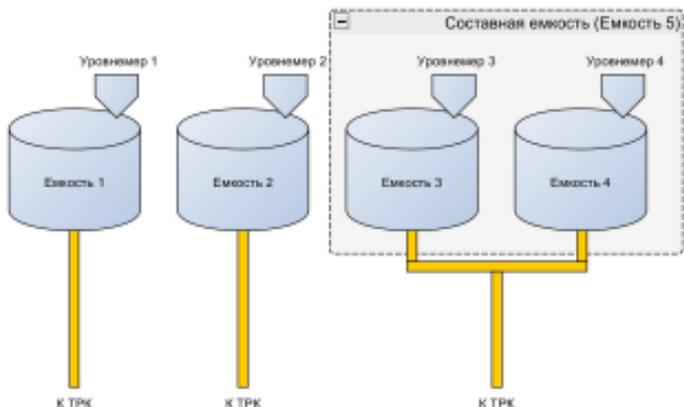

Рисунок 19
10.3 Рассмотрим пример настройки конфигурации из четырех емкостей (рисунок 19), из которых две последние емкости подключаются к одному трубопроводу и являются составной емкостью.